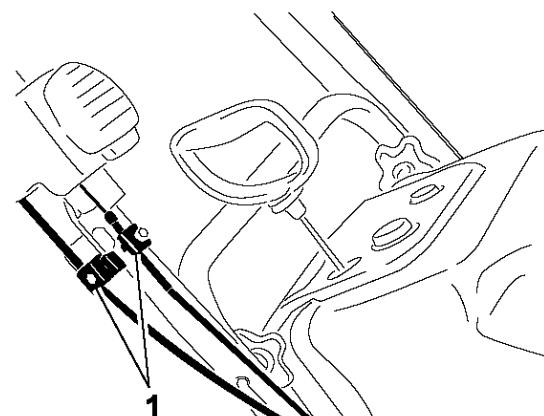

Рисунок 32
1. Ослабьте два крепежа троса Quick Shoot™ (Рис. 32)